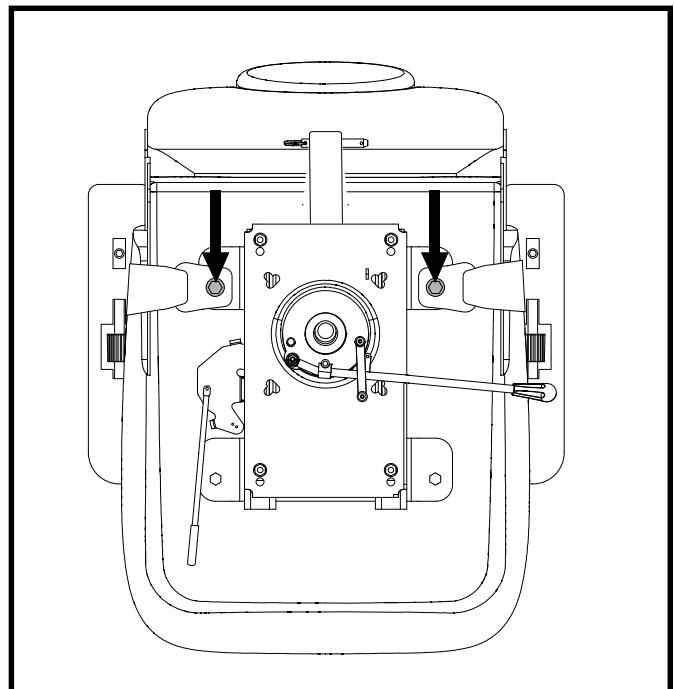

Abb. 21. Befestigungsschrauben des Rückhaltegurts
2. Sitz umdrehen, um die Unterseite einzusehen. Siehe Abb. 21.